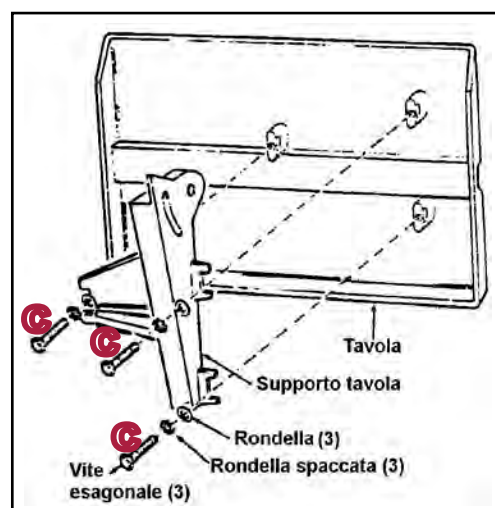

Figura 7 – Montaggio del supporto della tavola di lavoro.
1. Posizionate il supporto della tavola di lavoro sotto la tavola stessa ed allineate i fori di fissaggio come mostrato in figura 7.
2. Fissate il supporto alla tavola, tramite le 3 viti di fissaggio e le rondelle fornite in dotazione, come mostrato in figura 7.